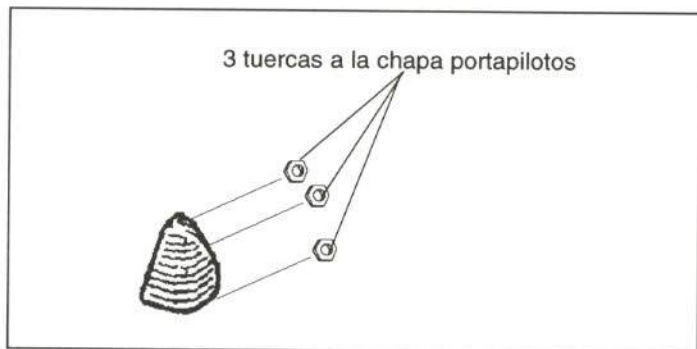

Figura 53.- Fijación de los pilotos traseros
En la figura 53 se observa su fijación.
- Piloto trasero (figura 53)
- Piloto (figura 53)